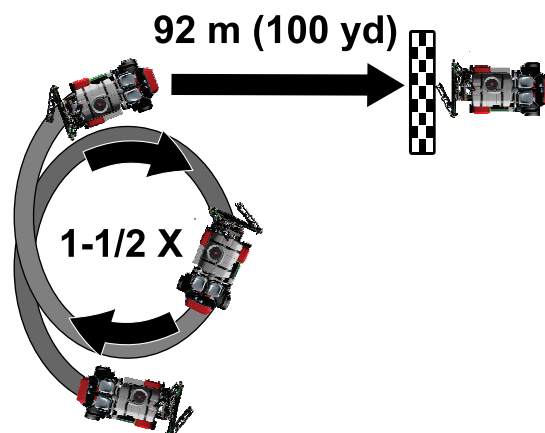

Figura 165
5. Conduzca 92 m (100 yardas) en línea recta; consulte Figura 165.
3. Conduzca la máquina en círculo una vuelta y media (Figura 165).